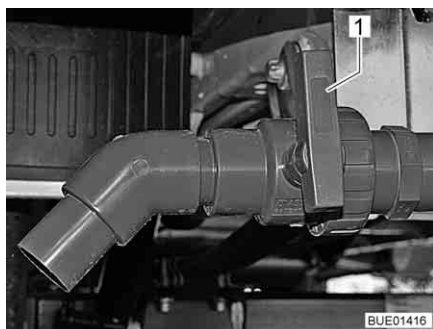

Bild 214 Avtappningskran (yttre)
- Vrid avtappningskranens handtag (Bild 214,1) i flödesriktningen. Avloppsvattnet släpps ut genom en kulventil.